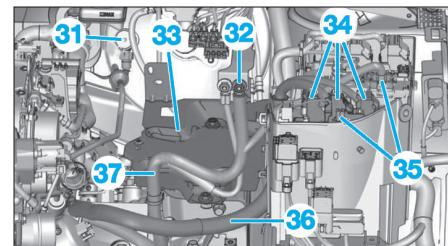

Fig. 86
- Désaccoupler le tuyau de dépression (31) (Fig.86).
- l'écrou (32),
- le support de batterie (33).
- Débrancher les connecteurs (34) et (35).
- Ecartez les faisceaux (36) et (37).